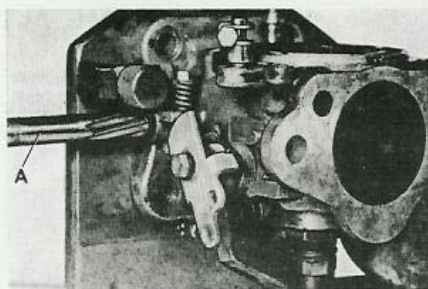

Bild 20. Brotskning av läge för bussning.
2. Spänn fast stativ SVO 2603 i ett skruvstycke och sätt fast förgasaren i stativet med krokarna enligt bild 20. För arbete med SU-förgasare används stativets tjocka tapp. Se till att tappens hål kommer i linje med spjällaxelns hål.
3. Brotscha upp hålen för spjällaxeln i huset med brotsch SVO 2400, bild 20. Dra ej tillbaka brotschen genom hålet, utan lossa fästet och skjut brotschen i arbetsriktningen genom hålet